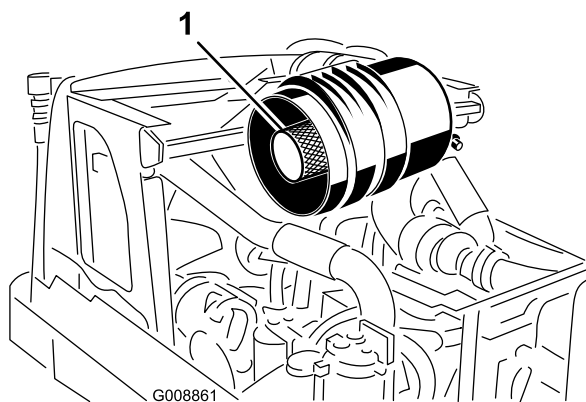

Рисунок 120
**Внимание:** Не очищайте использованный контрольный фильтр (Рисунок 120). Заменяйте контрольный фильтр новым после каждых трех технических обслуживаний фильтра грубой очистки или когда на дисплее появится сообщение «Проверьте воздушный фильтр» ("Check Air Filter"). Если вы не будете заменять контрольный фильтр, не снимайте его.